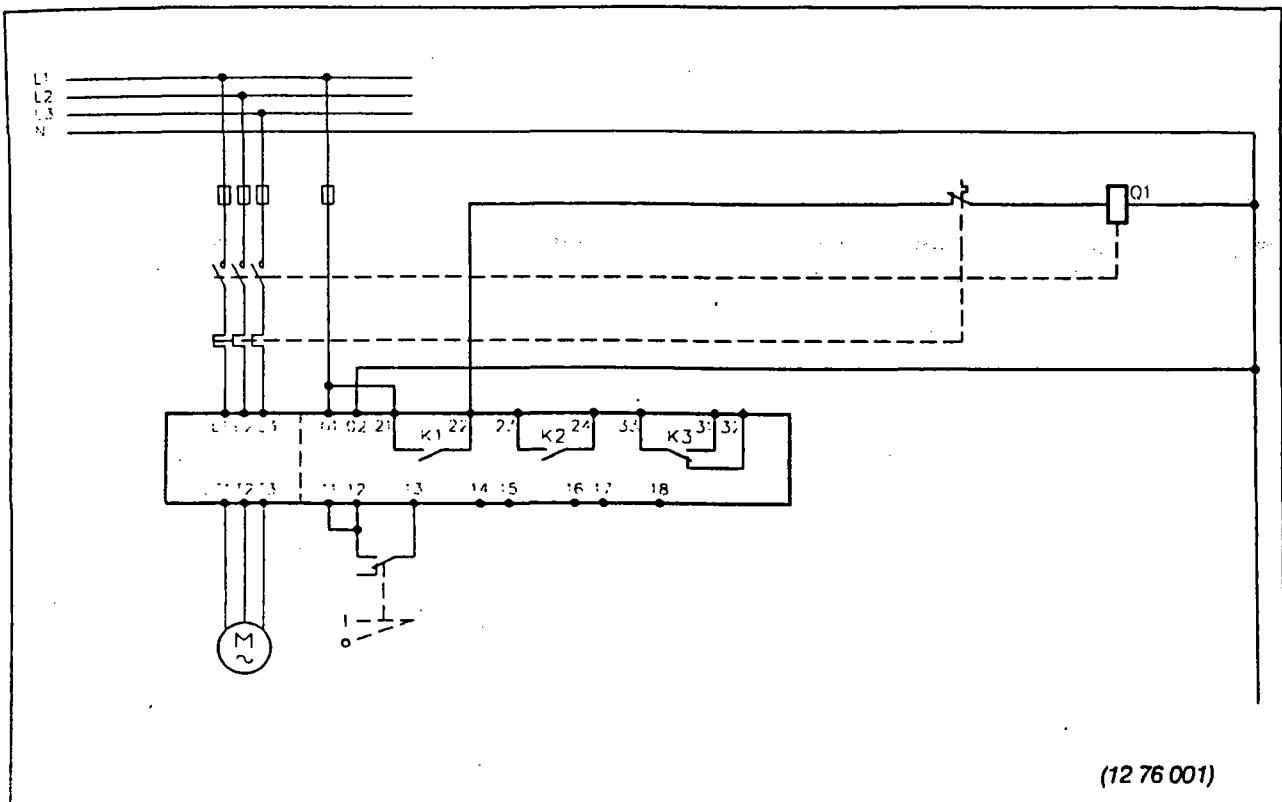

Fig. 4-8. Circuito Elétrico, "Fiação Padrão".
- Conecte o circuito do motor de acordo com a fig. 4-8.